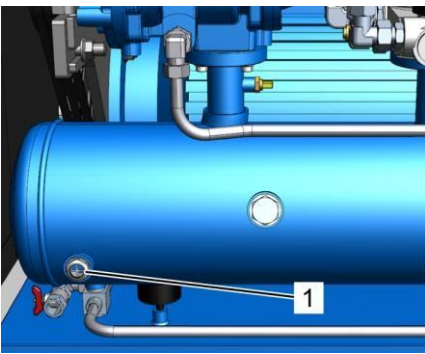

Рис. 30: Проверка уровня охлаждающей жидкости через смотровое отверстие
7. Проверьте уровень охлаждающей жидкости через смотровое отверстие (Рис. 30/1) и при необходимости долейте охлаждающую жидкость, как описано в ↪ Глава 8.4.2 «Проверка уровня охлаждающей жидкости / доливка охлаждающей жидкости» на странице 87.